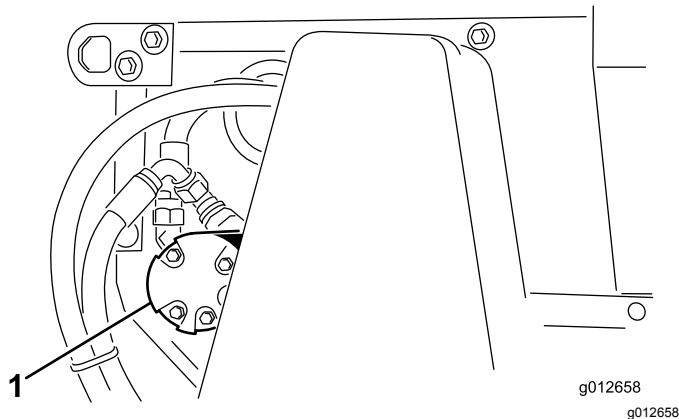

Bild 39
2. Lösen Sie die Muttern, mit denen der Bürstenmotor (Bild 39) an der linken Seite der Maschine befestigt ist.